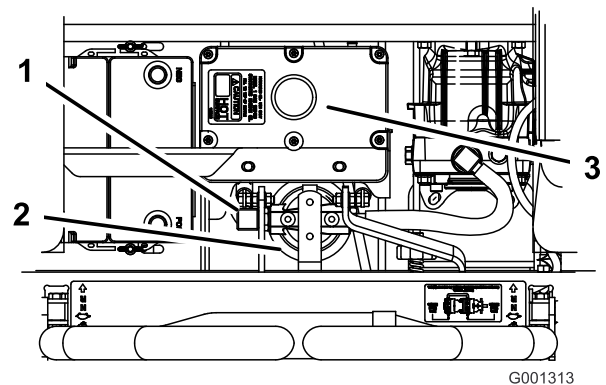

Figure 71
4. Débranchez la conduite hydraulique droite qui est raccordée à l'adaptateur (Figure 71).
6. Rebranchez la conduite hydraulique droite à l'adaptateur (Figure 71).